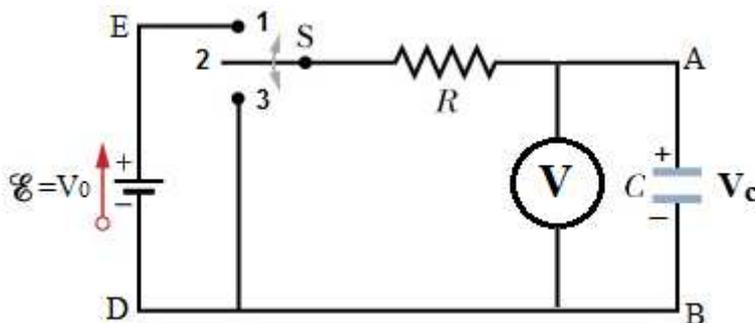

Figura 5-7: Carga e descarga
1. Armem o circuito cc da Figura 5-7 na matriz de contato, observando a polaridade do capacitor (inicialmente descarregado) e usando a resistência $R=1 \text{ M}\Omega$.